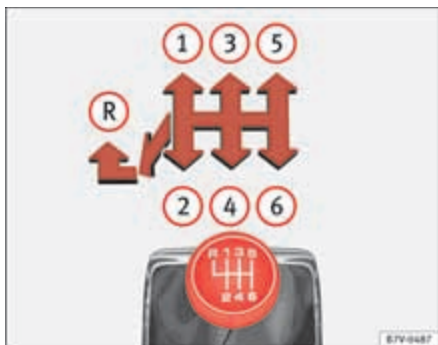

Fig. 129 Esquema de un cambio manual de 6 marchas.
En la palanca de cambios se representan las posiciones de cada una de las marchas ⇒ fig. 129.
- Desplace la palanca de cambios a la izquierda y a continuación hacia delante, a la posición de marcha atrás ⇒ fig. 129 **(R)**.